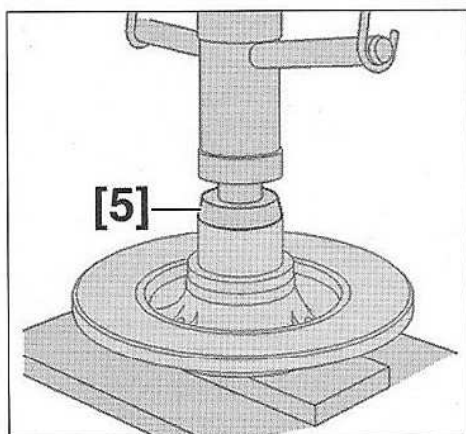

FIG.58
- Reposer, à l'aide d'une presse hydraulique et de l'outil [5], le roulement neuf jusqu'en butée dans le fond de son logement (Fig.58).